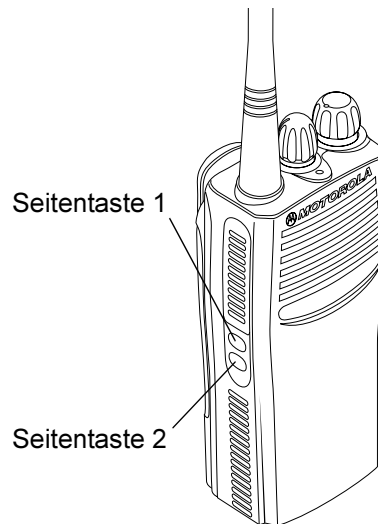

Abb. 4-3 Standort der Seitentasten
2. Drücken Sie innerhalb von 10 Sekunden nach Abschluss des Selbsttests (Selbsttestton wird abgegeben) fünfmal hintereinander ST2 (Seitentaste 2 in Kapitel 4, Abb. 4-3). Wird kein Hinweis 'Selbsttest OK' abgegeben, sehen Sie bitte in Kapitel 5, Information zu Fehlercodes, nach. Wurde der Testmodus erfolgreich aufgerufen, wird ein positiver Hinweis, gefolgt von einem GKC (Good Key Chirp – Positiver Zirpton) abgegeben.
4. Halten Sie die zwei Seitentasten am Zielfunkgerät gleichzeitig gedrückt und schalten Sie das Zielfunkgerät ein (siehe Abb. 4-3 Standort der Seitentasten). Beide Funkgeräte geben einen Hinweis 'Kopiermodus Ein' ab.